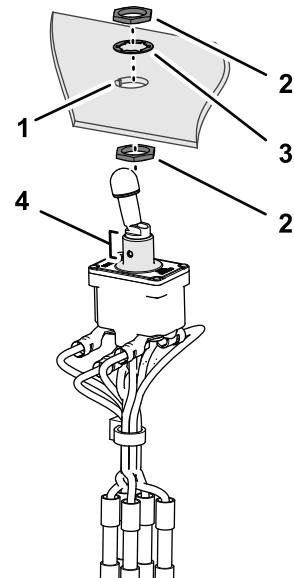

Figura 7
1. Si no está instalada ya, enrosque una contratuerca en el interruptor de la TDF nuevo (Figura 7).
2. Alinee el chavetero del interruptor con la muesca del panel, e inserte el interruptor en el panel (Figura 7).
3. Sujete el interruptor al panel con la arandela de dientes y la contratuerca (Figura 7).